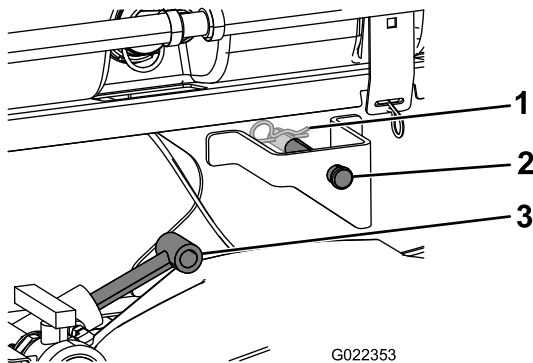

Figure 9
3. Déployez les vérins de levage vers les supports sur le patin de la cuve et alignez les fixations des vérins sur les trous des supports (Figure 9).